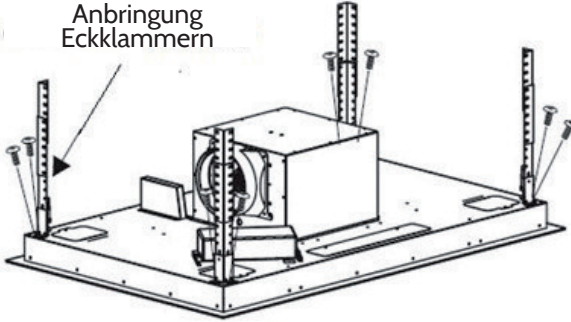

Bild 9
6. Befestigen Sie die Eckklammern mit 8 großen Schrauben des Typs M4x12 mm (siehe Bild 9) und Mutterschrauben (M4) mit Dichtungen, die zum Anbringen der Dunstabzugshaube an der Aufhängung benötigt werden (siehe Bilder 10, 11).